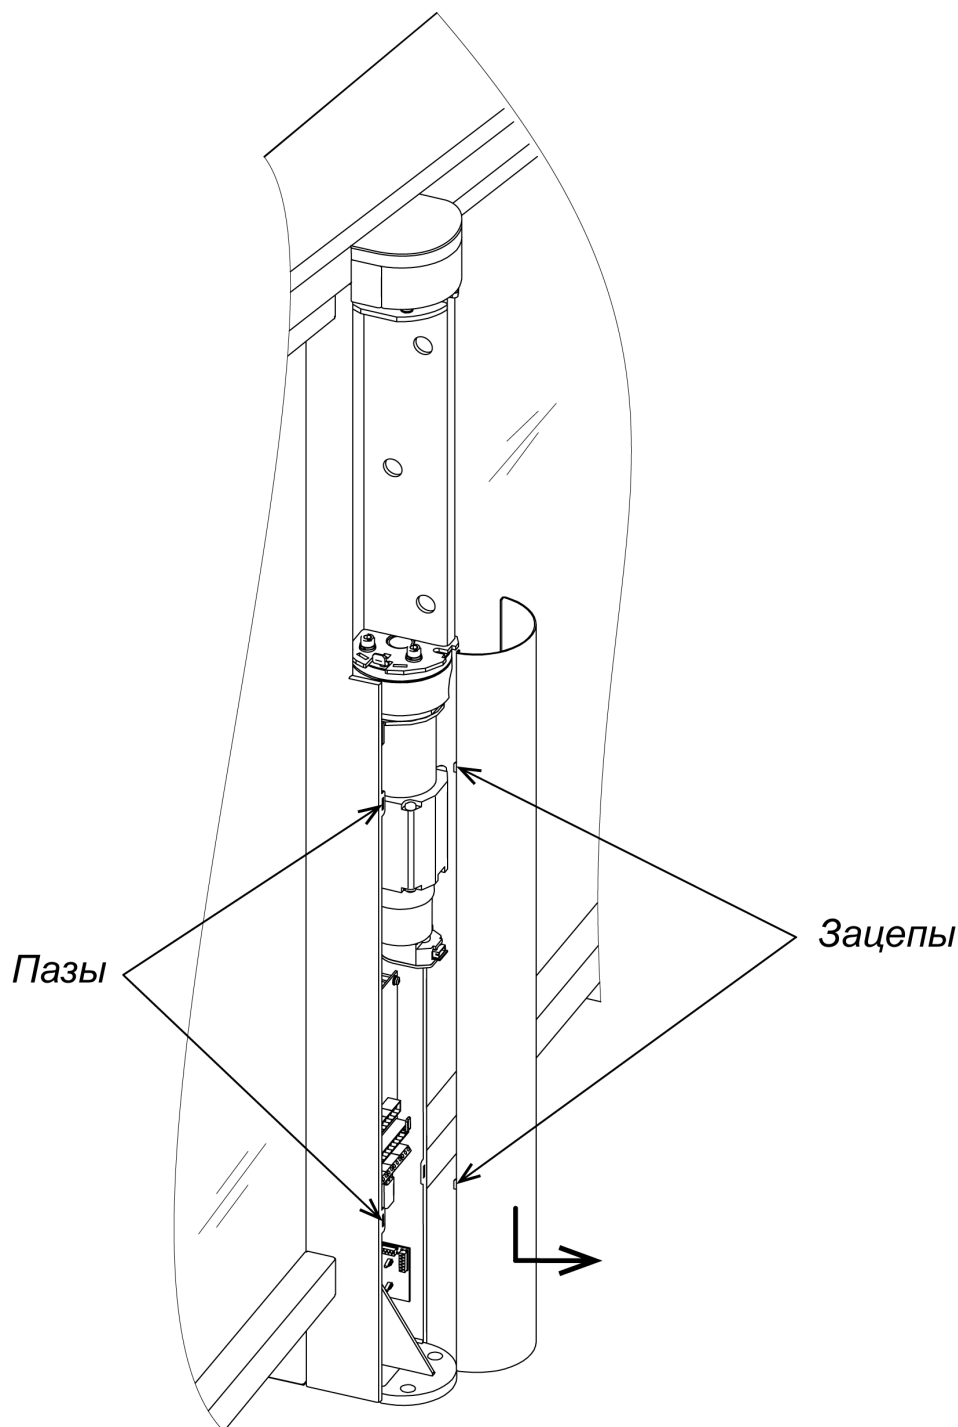

Рисунок 21. Снятие кожуха центральной стойки
Для снятия кожуха центральной стойки (2) – сдвиньте кожух вдоль стойки вниз и на себя, выводя зацепы кожуха из пазов в центральной стойке (см. рис. 21).